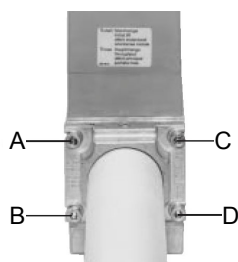
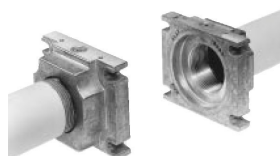

Рис. 8
Рис. 9
- 1 Расслабить винты A и B, но **не снимать** их (Fig. 8 и Fig. 9)
- 2 Отвинтить винты C и D (Fig. 8 и Fig. 9)